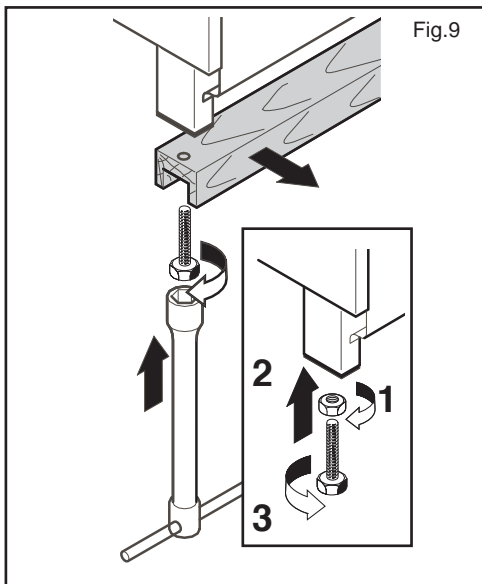

Fig.9
Mientras que el Cuerpo (B) está levantado – con la ayuda de una llave de tubo (fig.9), desenroskar los pies y quitar los traveseros de madera.